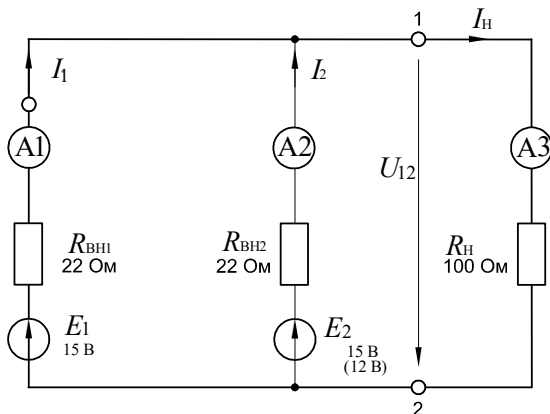

Рисунок 8 – Схема для исследования параллельного включения источников ЭДС
3.2. Соберите цепь с параллельным соединением источников напряжения согласно схеме (рис. 8), используя в качестве E_1 нерегулируемый источник напряжения, а в качестве E_2 – регулируемый.